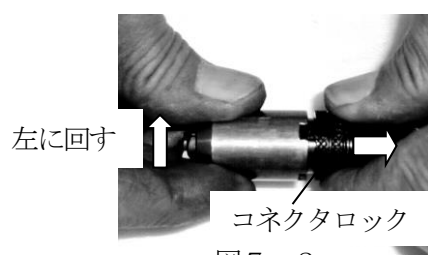

図 7-2
- (1) カプラを分離する等により圧縮空気の供給を止めて下さい。
- (2) ノーズハウジングをスパナで緩めて外します。
- (3) コネクタロックを手で解除し、ジョーケースをプリングヘッドから外します。(図 7-2)